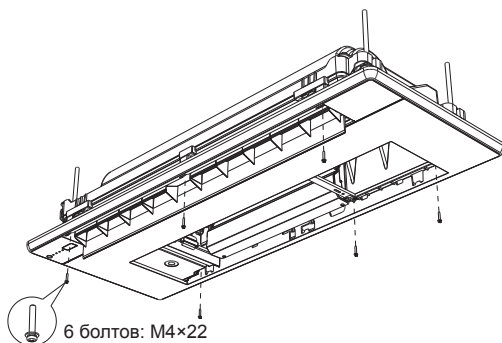

Рис. 7
- Закрепите лицевую панель фанкойла крепежными винтами (рис. 7).